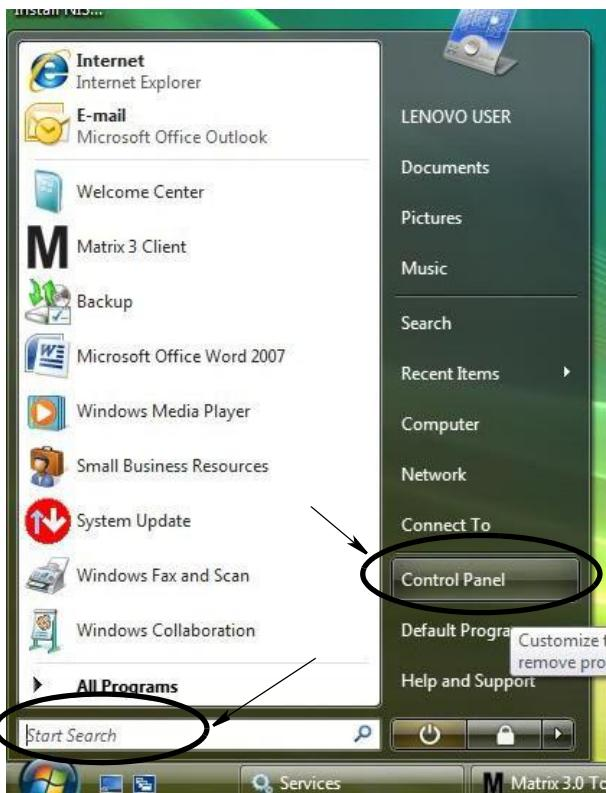

Рис. 16
- На рабочем столе нажмите «Пуск» и откройте «Панель управления» (Рис. 16).